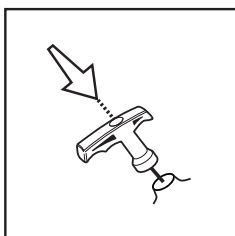

Рис. 20
8. Отпустите ручку стартера и она вернется в исходное положение на рукоятке (Рис. 20).